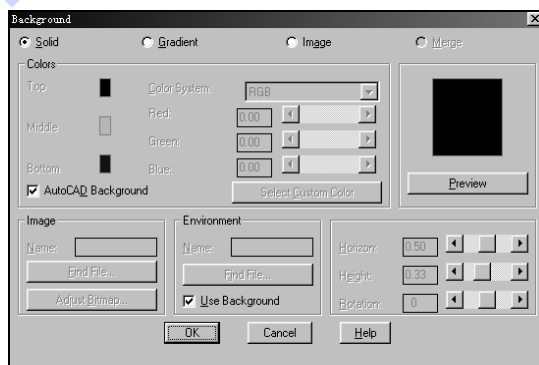

图 17-15 Background 对话框
(7) Light Icon Scale 文本框。在该文本框中用户可输入灯光在图像中的比例，默认值为 1。
(8) Smoothing Angle 文本框。在该文本框中，用户可设置显示物体棱角的最小角度，默认值为 45。
(9) Background 按钮。单击该按钮，将弹出图 17-15 所示的 Background (背景) 对话框，用户可利用该对话框进行渲染背景及相关参数的设置。